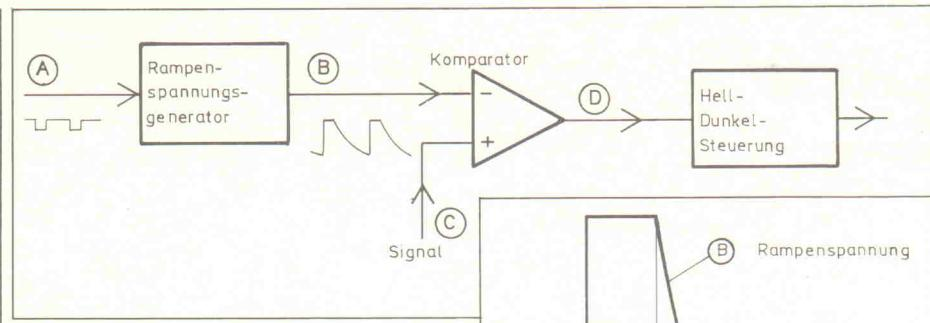
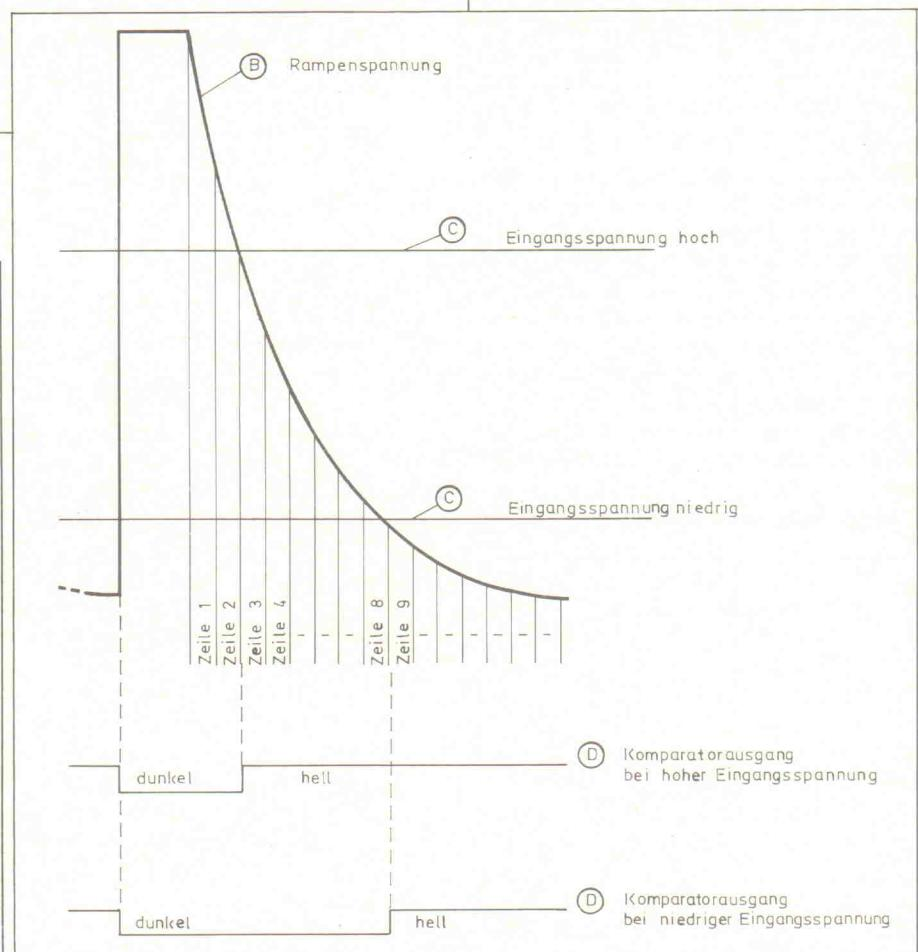

Bild 6. Mit dem Rasterwechselimpuls (A) wird eine exponentielle Sägezahnspannung (B) synchronisiert.
Bild 7. Ein Ausschnitt aus dem Sägezahnspannungsverlauf zeigt den Spannungsabfall von Zeile zu Zeile.
Ein solches Verhalten kann mit einem Rampengenerator realisiert werden (Bild 6). Getriggert von Rasterwechselimpuls ①, erzeugt die Schaltung eine exponentiell abfallende Sägezahnspannung ②. Bild 7 zeigt einen nicht maßstabsgerechten Ausschnitt aus diesem Spannungsverlauf. Man sieht, daß von Zeile zu Zeile die Spannung abfällt. Diese Rampenspannung liegt am invertierenden Eingang eines Komparators (Bild 6). An seinem nichtinvertierenden Eingang steht der Spannungspegel des abzubildenden Signals ③.
Aus Bild 7 geht hervor, daß dieser Umschaltvorgang bei hohen Eingangsspannungen bei einer niedrigen Zeilenzahl stattfindet, bei einer niedrigen Eingangsspannung dagegen erst zu einem späteren Zeitpunkt, also bei einer höheren Zeilenzahl.